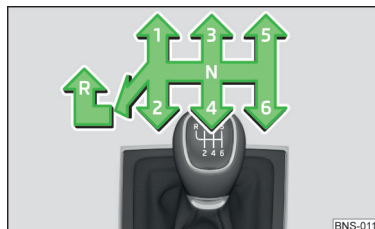

Fig. 256
Pe schimbătorul de viteze este reprezentată schema de selectare a treptelor individuale de viteză » fig. 256.
- Apăsăți maneta schimbătorului de viteze în jos, complet spre stânga și apoi spre înainte, în poziția **R** » fig. 256.